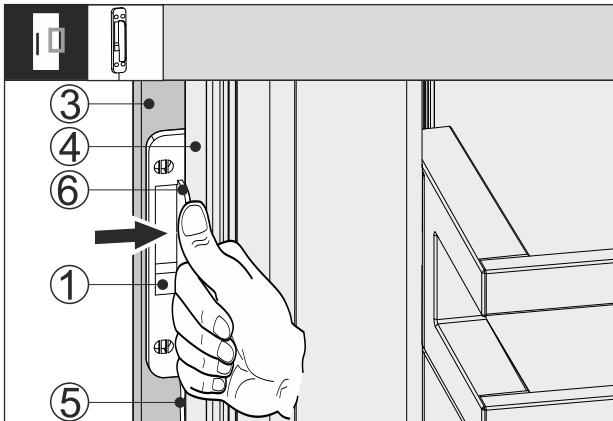

Fig. 66
- Lükake koputussensor Fig. 66 (1) mööblifrondi Fig. 66 (3) ja seadmeukse Fig. 66 (4) vahel sisse nii, et kaabel Fig. 66 (5) on kergelt pingutatud. Koputussensori piiraja Fig. 66 (6) toetub vastu seadmeust Fig. 66 (4).
- Pressige koputussensor Fig. 66 (1) vastu mööblifrondi Fig. 66 (3).
- Koputussensor Fig. 66 (1) on külge kleebitud. Koputussensori külgekleepimine optimeerib koputussignaali ülekandmist.
- Koputussensori Fig. 66 (1) püsiv fikseerimine pikendab eluiga.
- Krüvige koputussensor Fig. 66 (1) kaasapandud krüvidega mööblifrondi Fig. 66 (3) külge.